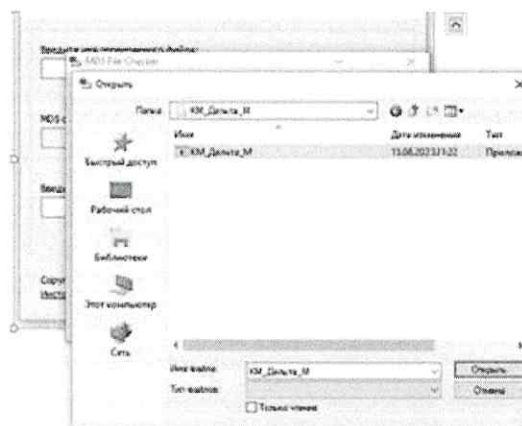

Рисунок 4 – Исполняемый файл «KM_Дельта_M.exe»
8.5.3 Нажать «Обзор» и указать в папке с программой исполняемый файл «КМ_Дельта_М.exe» (см. рисунок 4), затем последовательно нажать кнопки «Открыть» и «Рассчитать».